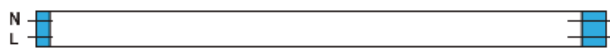

Figure 2. Connexion unilatérale
7. Les lampes EIKO LED T8 sont conçues pour des connexions unilatérales uniquement (Figure 2). Pour l'installer, veuillez câbler les prises non shuntées en connectant un fil du support de lampe au circuit de dérivation L (LIVE) et l'autre fil à l'extrémité opposée au circuit de dérivation N (NEUTRE). Ne connectez pas le côté opposé au pouvoir. Utilisez des fils appropriés pour la connexion.